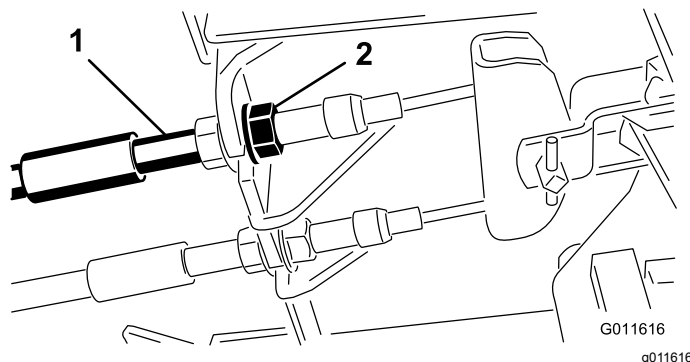

Figura 83
1. Para reducir la holgura de los pedales de freno, apriete los frenos aflojando la tuerca delantera del extremo roscado del cable de freno (Figura 83).